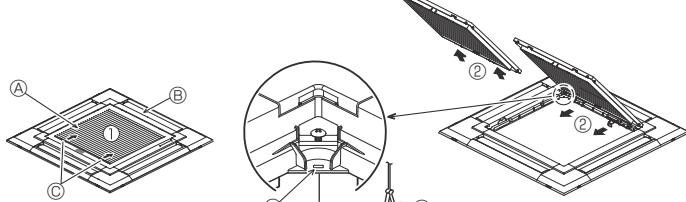
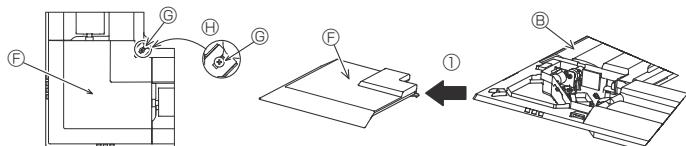

Fig. 9-3
Fig. 9-4
9.2.1. Extracción de la rejilla de admisión (Fig. 9-3)
- Deslice las palancas en la dirección indicada mediante la flecha ① para abrir la rejilla de admisión.
- Con la rejilla de admisión en posición "abierta", extraiga la bisagra de la rejilla de admisión de la rejilla tal y como se indica mediante la flecha ②.
9.2.2. Extracción del panel angular (Fig. 9-4)
- Afloje los 4 tornillos de la esquina. Deslice el panel angular en la dirección indicada por la flecha ① de la imagen y retírelo.
[Fig. 9-3] [Fig. 9-4]